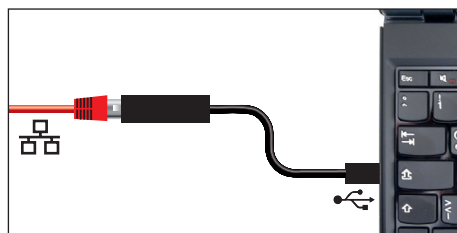

Рис. 8 Переходник USB-Ethernet
- ▶ Переходник USB-Ethernet (Рис. 8). Позволяет подключить сетевой интерфейс устройства (см. стр. 13) к USB-порту на компьютере / ноутбуке.